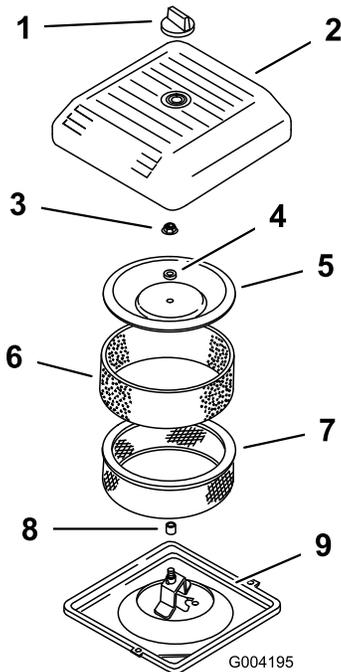

Figura 43
3. Svitare la manopola e rimuovete il coperchio del corpo del filtro (Figura 43).
4. Fate scorrere attentamente il prefiltro in schiuma sintetica fuori dall'elemento di carta (Figura 43).
5. Svitare il dado del coperchio e rimuovete il coperchio, il distanziale e il filtro di carta (Figura 43).
2. Montate il gruppo filtro dell'aria sulla relativa base (Figura 43).
- Montate il coperchio, il distanziale e fissatelo con il dado del coperchio (Figura 43). Serrate il dado a 11 N·m.
- Montate il coperchio del filtro dell'aria e fissatelo con la manopola (Figura 43).